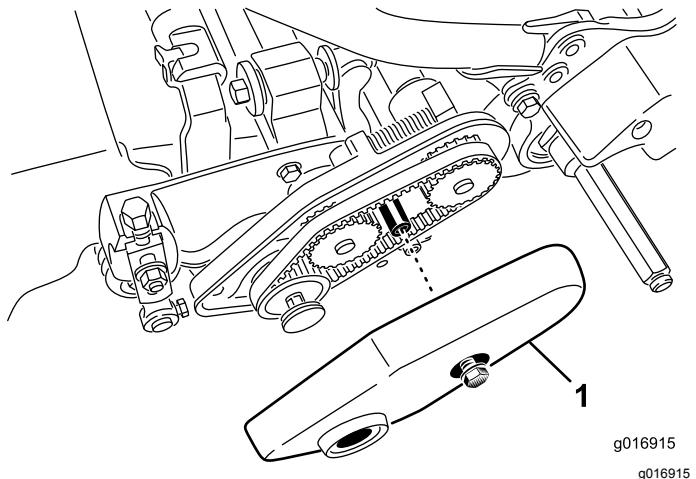

Рисунок 15
- Выверните болт с буртиком, который крепит крышку ремня, и снимите крышку ремня, чтобы открыть ремень (Рисунок 15).